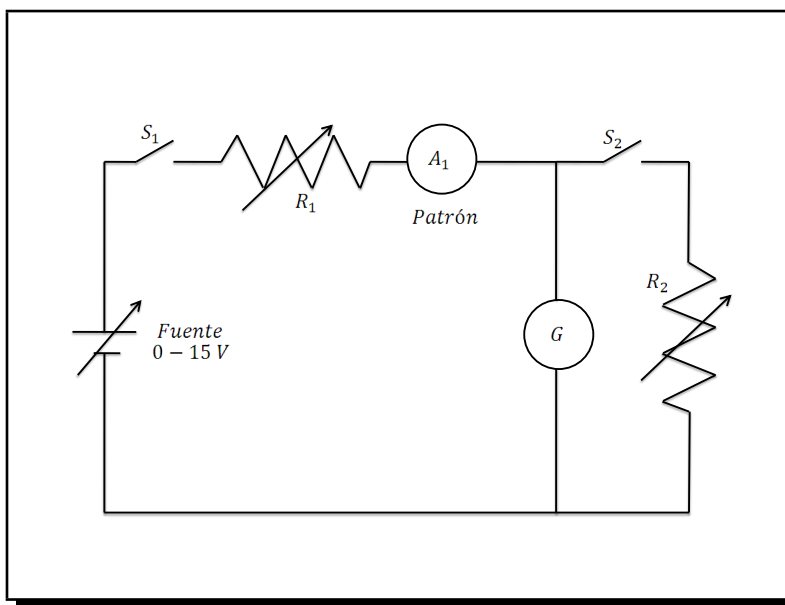

Figura 3.20: Circuito para determinar la resistencia interna de un galvanómetro
- 1 Realizar el montaje del circuito de la Figura 3.20;  $R_2$  es una década de resistencia variable de protección;  $A_1$  es el multímetro patrón y  $G$  es el galvanómetro.
( $A_2$ ). Verificar experimentalmente el cálculo colocando en paralelo con el galvanómetro el valor de  $R_s$  como se muestra en la Figura 3.20.